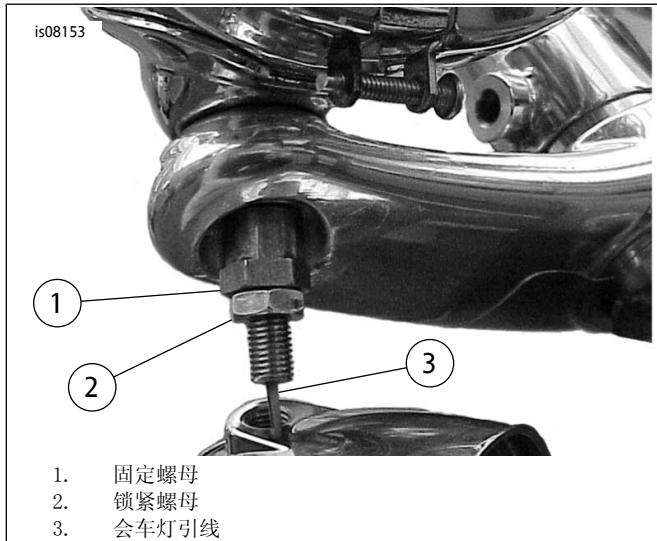

图9。安装固定螺母和锁紧螺母
7. 参见图9。穿过新固定螺母布设会车灯引线，将新固定螺母（零件编号68323-01）安装至会车灯螺纹。将固定螺母拧入到位。